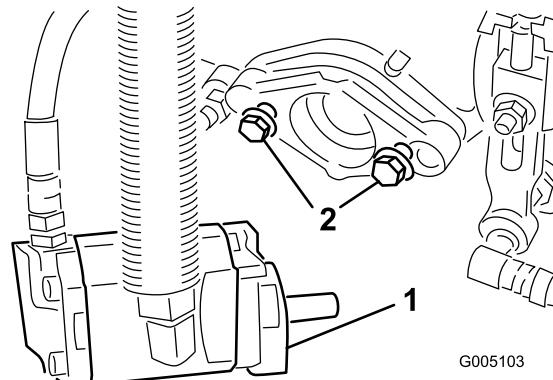

Figura 14
13 mm aproximadamente de rosca en cada tornillo de montaje (Figura 14).
11. **Apriete los pernos de montaje** (Figura 14).